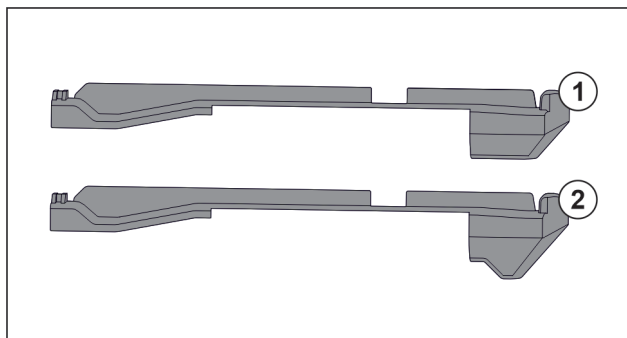

Fig. 75 Porovnání nasazovacích dílů
V přístroji se nacházejí dva různé nasazovací díly. Nasazovací díl nad nejspodnější zásuvkou Fig. 75 (2) má hranu trojúhelníkového tvaru. Všechny ostatní nasazovací díly Fig. 75 (1) mají rovnou hranu.
- ▶ Nasazovací díl Fig. 75 (2) s hranou trojúhelníkového tvaru připevněte nad nejspodnější zásuvkou.
- ▶ Nasazovací díl Fig. 75 (1) s rovnou hranou připevněte na všech ostatních místech.